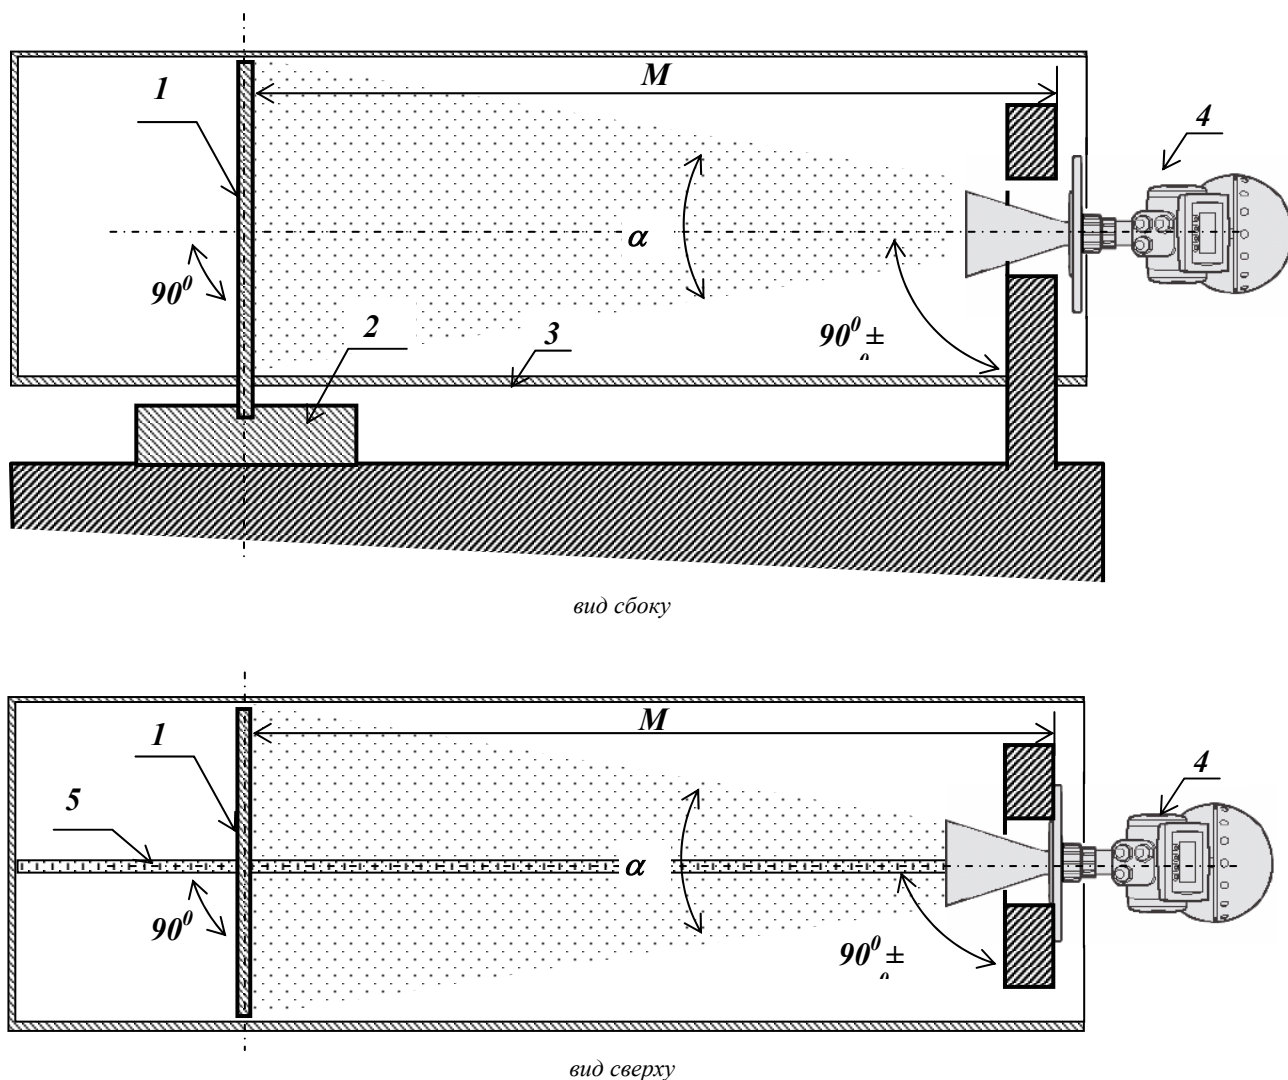

Рис. 1
8.3.1 Абсолютную погрешность уровнемера определяют с использованием специального стенда (Приложение А, рис. 1) или машины измерительной оптической (п.3.1. таблица 1).